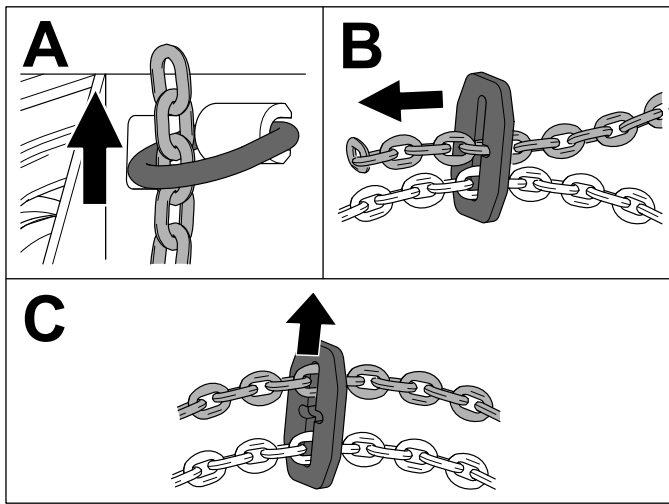

Figure 4
1. Faites passer les chaînes gauche et droite dans les points d'attache gauche et droit respectivement (Figure 4).
2. Insérez l'extrémité de la chaîne dans la plaque de retenue (Figure 4) et ajustez la longueur de la chaîne pour que l'arrière du déchiqueteur de broussailles ne puisse pas se lever à de plus de 30 cm (12 po) au-dessus du sol.
3. Sécurisez la chaîne en la tirant jusqu'au bord de la plaque de retenue (Figure 4).